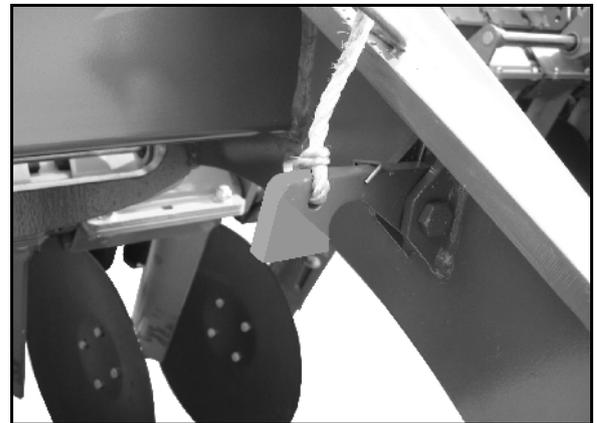

Fig. 29
- Fig. 29 - côté gauche de la machine